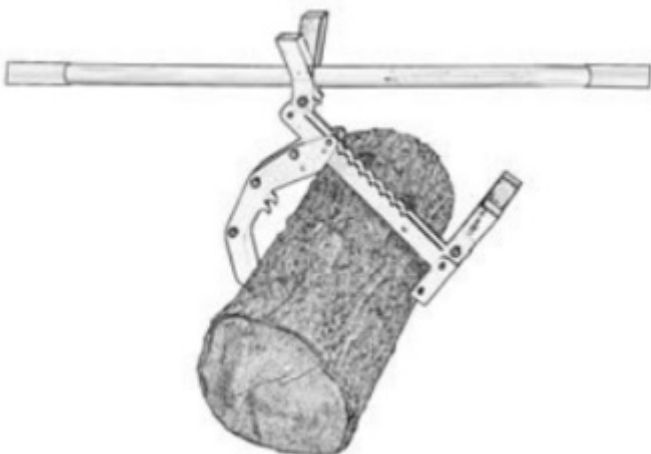

Figure 14
Fonction 4 : Porte-bois (Figure 14)
6. Enfin, insérez la poignée en acier dans le trou d'assemblage de l'un des supports (celui sans extrémité). l'un des supports (celui qui n'a pas d'extrémité). Comme indiqué sur la figure 14.